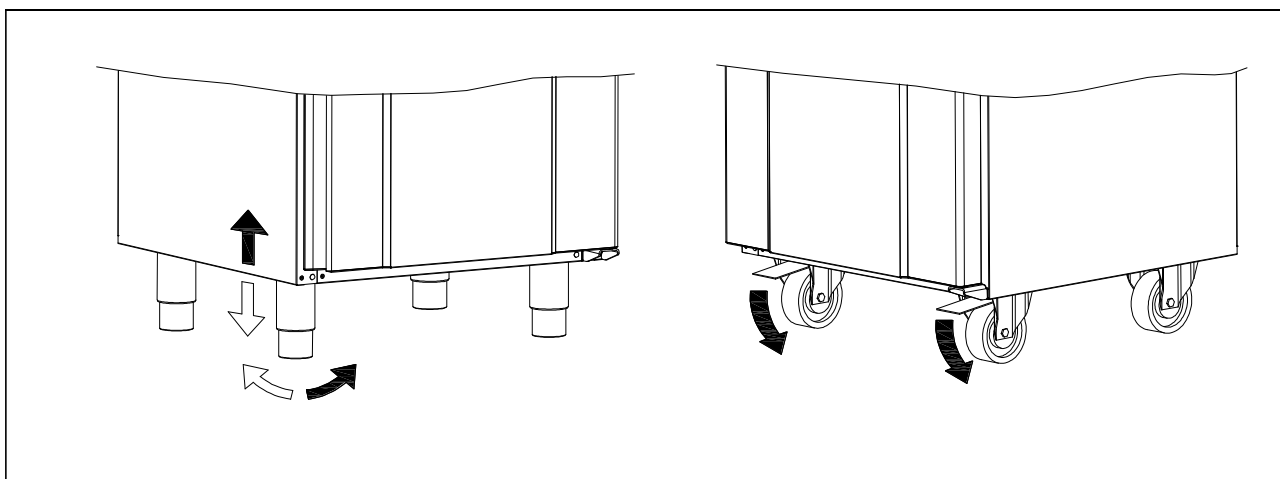

Fig. 3
Nivelleringen genomförs med hjälp av enhetens ben. (se Fig.3)
Om enheten försetts med hjul ska de två (2) främre hjulens låsanordning aktiveras, när enheten är placerad. Underlaget ska vara plant och enheten får inte placeras på ramar eller liknande. (se Fig.3)